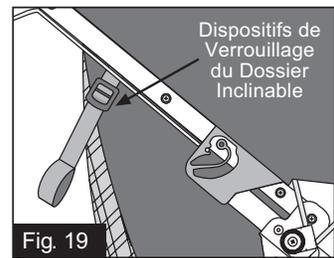

Fig. 19
**11. LE DOSSIER INCLINABLE:** Avant d'effectuer tout réglage du siège, veuillez mettre le frein de stationnement. Pour incliner le dossier, tournez les dispositifs de verrouillage (Fig. 19) vers l'avant, relâchant ainsi les courroies d'inclinaison du dossier. Pour soulever le siège, tirez les courroies d'inclinaison jusqu'à obtention de la hauteur voulue. L'inclinaison du dossier du siège peut aller d'entièrement droite à entièrement couchée (Fig. 19 & 20).